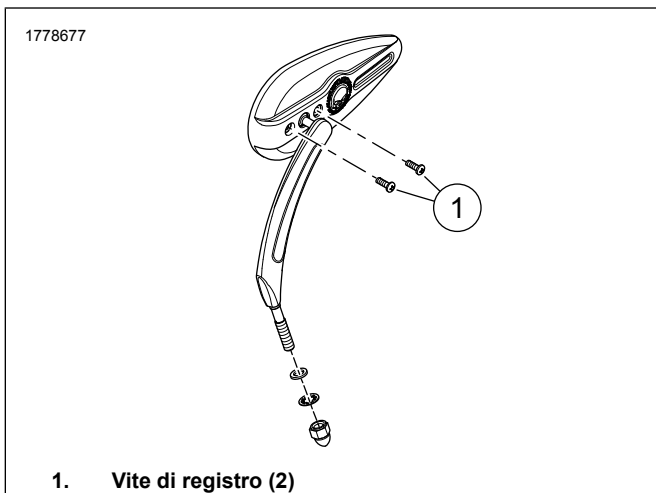

Figura 4. Viti di regolazione della tensione del perno
1. Vedere la figura 4. Regolare la tensione del perno.
- a. Fissare la vite di registro in modo incrementale (1). Serrare.